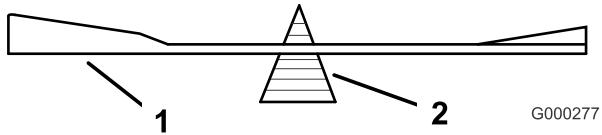
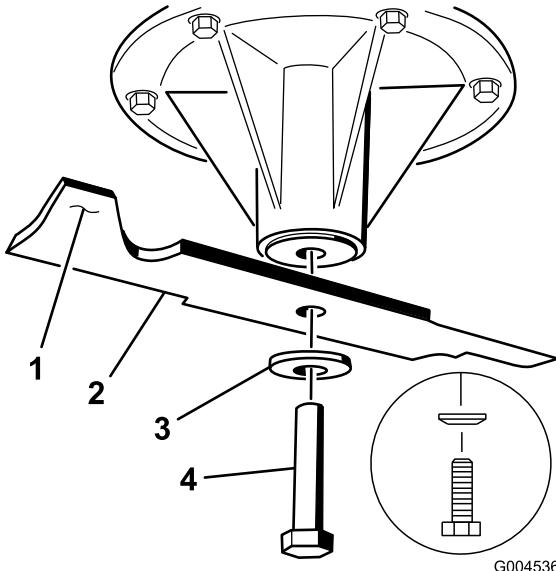

Figure 102
Figure 103
2. Vérifiez l'équilibre de la lame en la plaçant sur un équilibrEUR (Figure 102). Si la lame reste horizontale, elle est équilibrée et peut être utilisée. Si la lame est déséquilibrée, limez un peu l'extrémité de la partie relevée seulement (Figure 103). Répétez la procédure jusqu'à ce que la lame soit équilibrée.
1. Placez la lame sur l'axe (Figure 103).
2. Installez la rondelle élastique et le boulon de la lame. Le côté bombé de la rondelle élastique doit être dirigé vers la tête du boulon (Figure 103). Serrez le boulon à un couple de 115 à 150 Nm (85 à 110 pi-lb).